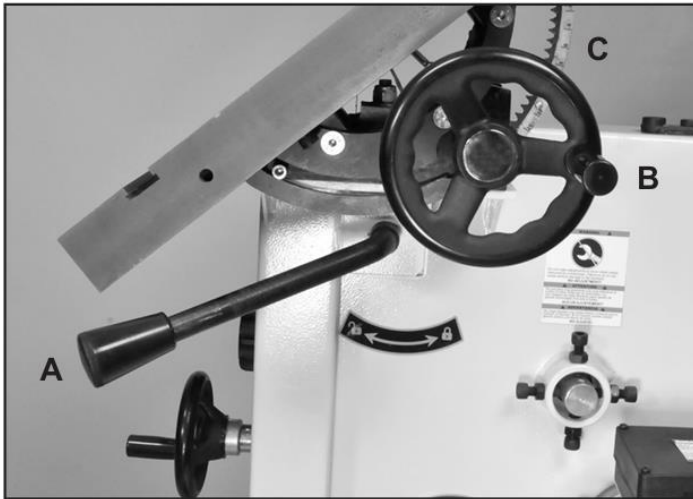

Рис. 11
1. С задней стороны ленточнопильного станка ослабьте быстрозажимную ручку (#50A) на цапфе стола, потянув ее вверх. Рис. 11, А.
2. Поверните маховик наклона стола (#23В), чтобы установить нужный угол наклона стола. Рис. 11, В. Используйте шкалу индикатора угла наклона на кронштейне цапфы (С), чтобы найти нужный угол.